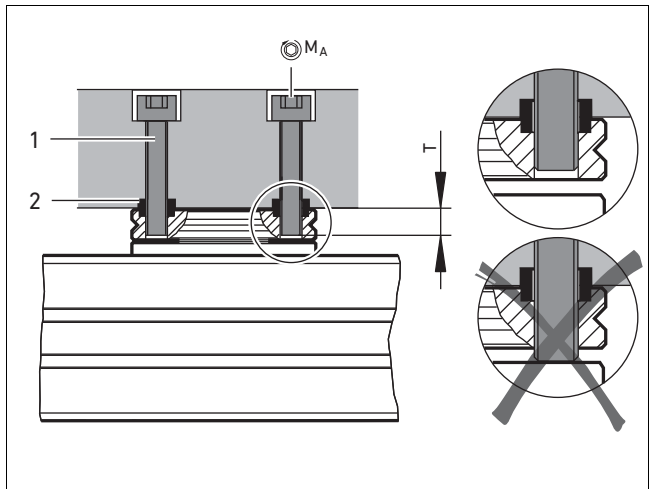

Abb. 8: Befestigung der Nutzlast auf dem Drehflansch
- ▶ Befestigen Sie die Nutzlast mit mindestens zwei Schrauben und Zentrierhülsen auf dem Drehflansch (siehe Abb. 8).